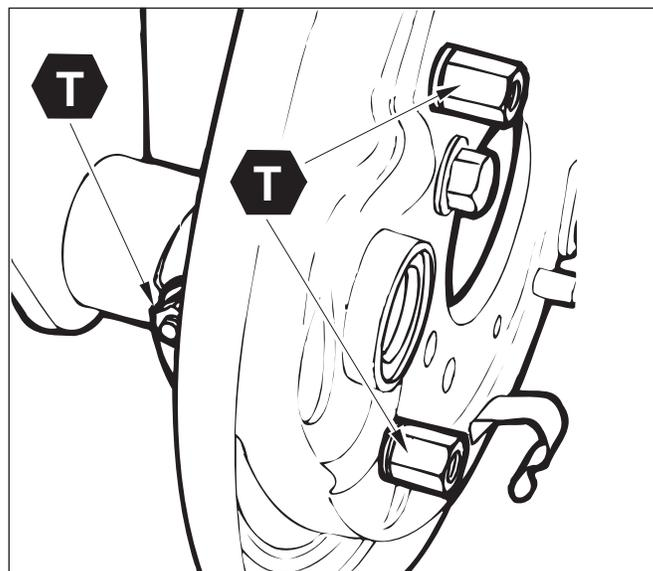

Figura 50 – Herramientas de montaje del soporte de la cámara de aire
3. Coloque el soporte contra la araña e instale las arandelas de seguridad y las tuercas cilíndricas (o estándar) en los pernos de montaje. Consulte la figura 50.